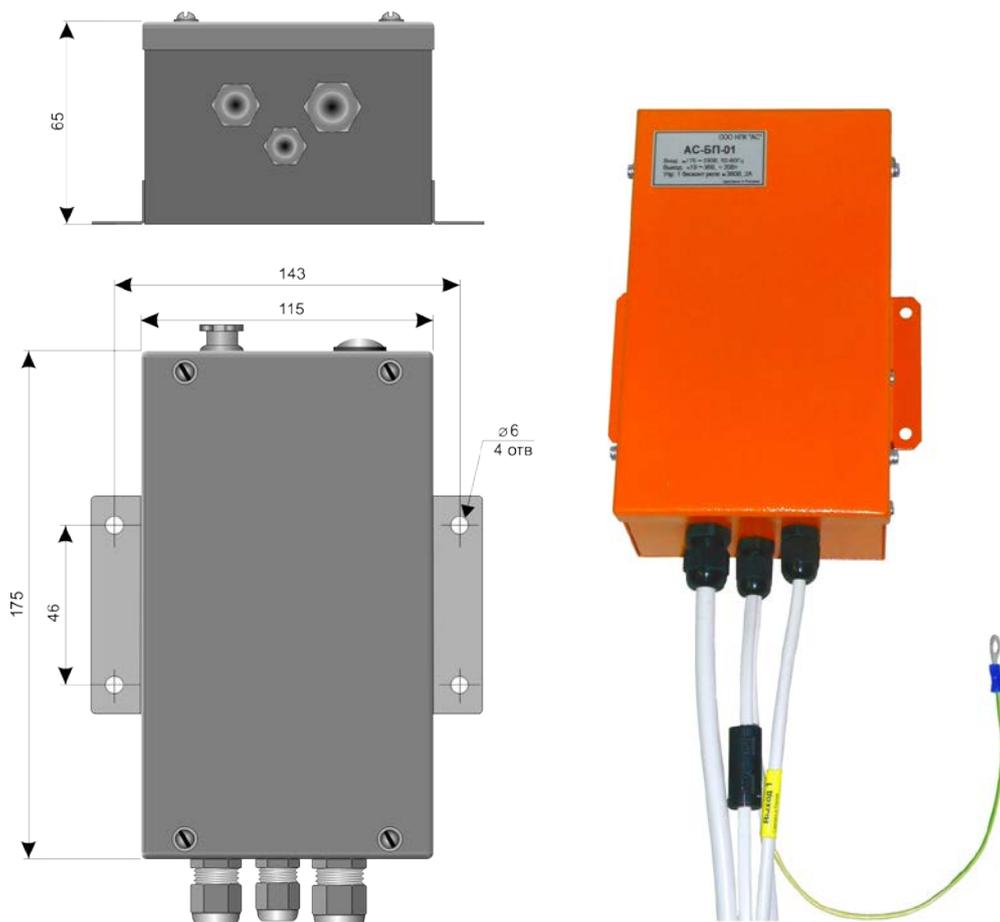

Рис. 11
6.11. Первичный источник питания, рис.11, преобразует сетевое напряжение 220В в адекватное микроконтроллеру напряжения 24В